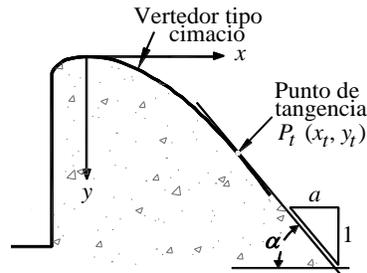

Figura 3. Punto de tangencia (P.T).
- d) Calcular las coordenadas del punto de tangencia $P_t(x_t, y_t)$, en m, para un ángulo α de 60° (figura 3), de acuerdo con la siguiente expresión.